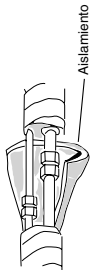

Fig. 3-33
- (3) Doble con cuidado la tubería (si fuera necesario) para que trascorra por la pared hacia la unidad exterior y, a continuación, coloque cinta aislante en las conexiones. La manguera de drenaje debe bajar de la pared a un punto donde el agua no manche la pared.
- (4) Conecte el tubo de refrigerante a la unidad exterior. (Tras realizar una prueba de fugas en la parte de conexión, atéselo con el aislante de tuberías. (Fig. 3-33))
- (5) Ensamble el tubo de refrigerante, la manguera de drenaje y el cableado entre unidades, tal y como se muestra en la Fig. 3-33.